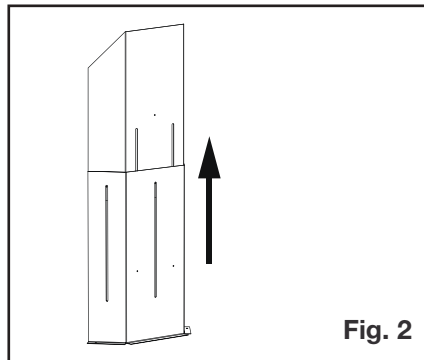

Fig. 2
2. Ajustez le bouclier d'évent à sa verticale maximale (Fig. 2).